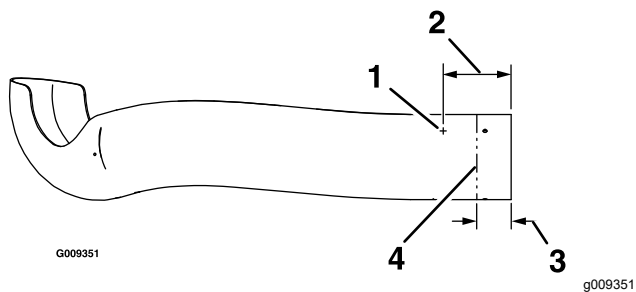

Bild 49
- A. Finden Sie die drei Löcher im oberen Rohr. Messen Sie 152 mm vom Ende des Rohres und markieren Sie die Position in allen 3 Bereichen (Bild 49).
- B. Bohren Sie drei Löcher (4,8 mm) wie in Bild 49 dargestellt.
- C. Messen Sie an drei Stellen - 76 bis 89 mm vom Ende des Rohres, markieren Sie die Positionen und kleben Sie Abdeckband um das Rohr als Schablone (Bild 49).